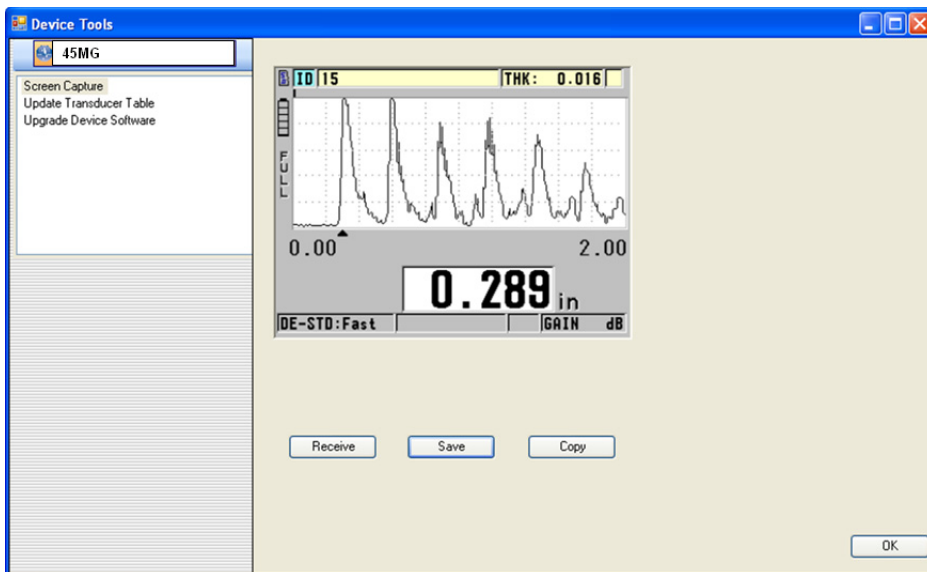

Рис. 11-5 Окно Device Tools с экранным снимком
- b) В окне **Device Tools** (см. Рис. 11-5 на стр. 205) выберите **Screen Capture** (Экранный снимок) и щелкните **Receive**. (Получить)